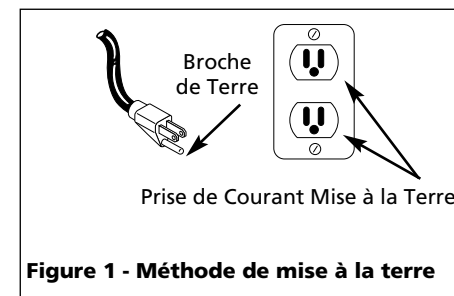

Figure 1 - Méthode de mise à la terre
3. Ce produit est conçu pour l'utilisation d'un circuit de 120 volts et a une fiche de mise à la terre comme celle indiquée sur la Figure 1. S'assurer que l'appareil est branché à une prise de courant qui a la même configuration que la fiche. Ce produit doit être mis à la terre. Dans l'événement d'un court-circuit, la mise à la terre diminue le risque de secousse électrique en fournissant un fil d'échappement pour le courant électrique. Ce produit est équipé avec